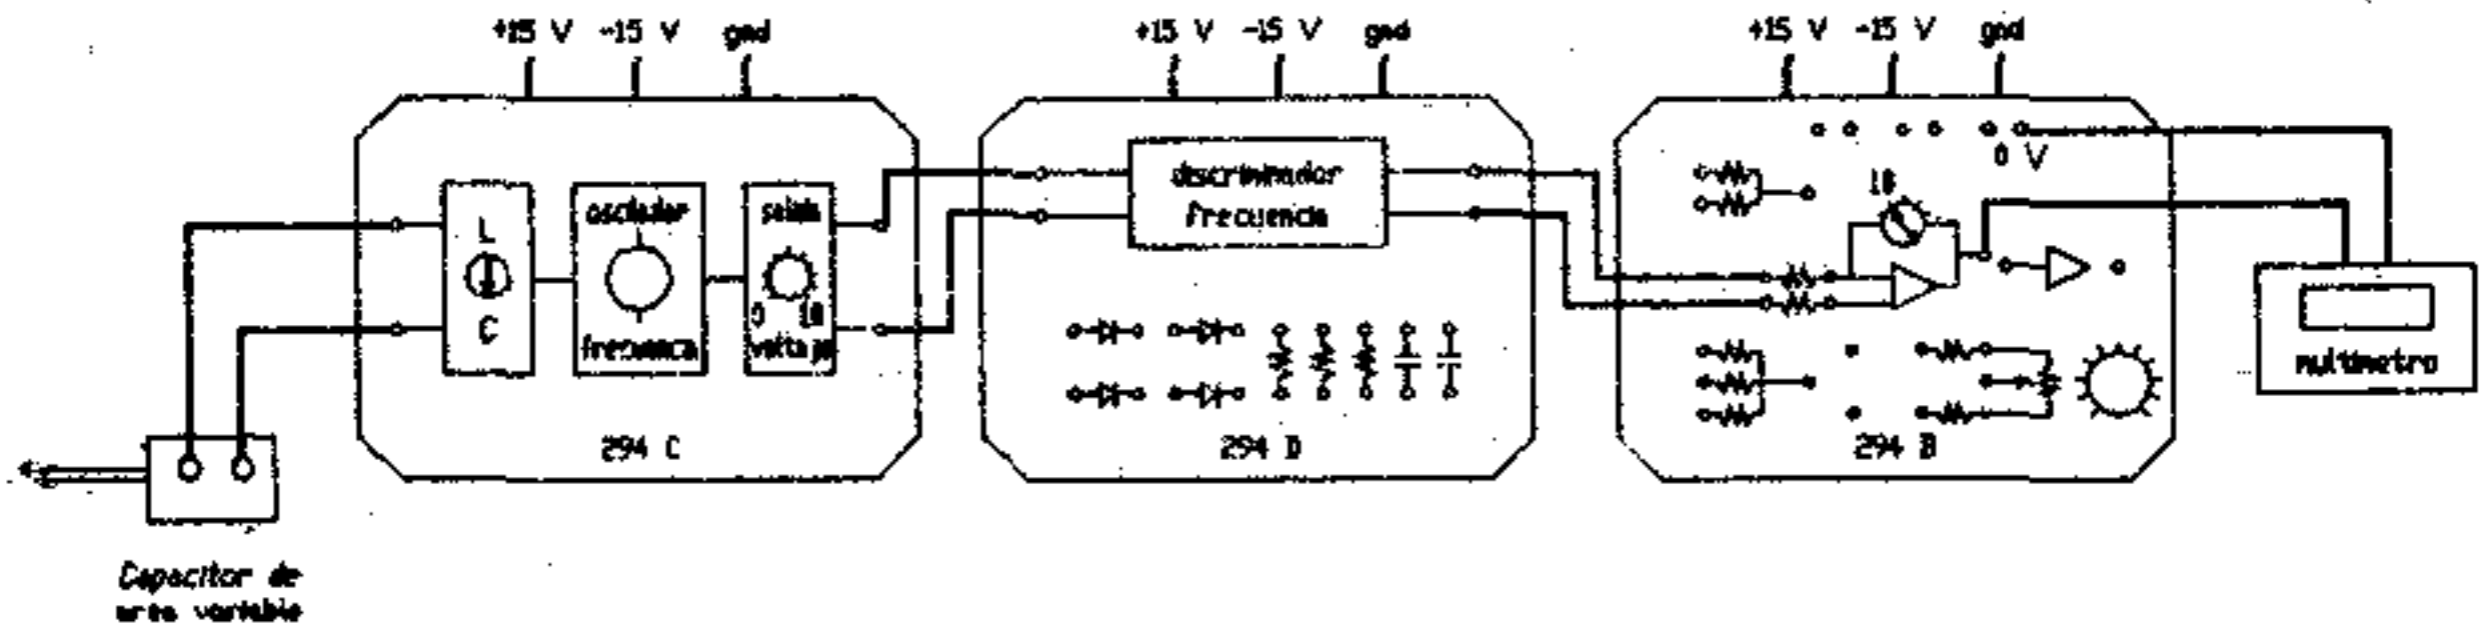

Figura 13
- a) Interconecte en cascada los módulos anteriores como se muestra en la figura 13.